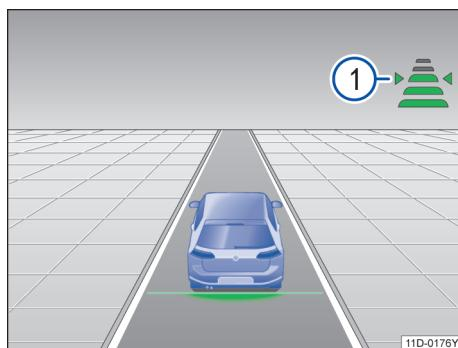

图 93 在组合仪表显示屏上：已设置车距 ①，自适应巡航调节（示意图）
1. 按压按钮 ④。
2. 按压按钮 ⑤ 或 ⑥，或通过相应按钮滑动调节。
3. 其他方法：反复按压按钮 ④，直至调节到所需的车距。
组合仪表显示屏上显示设定的挡位→图 93 ①。遵守交通规则对最小车距的规定。